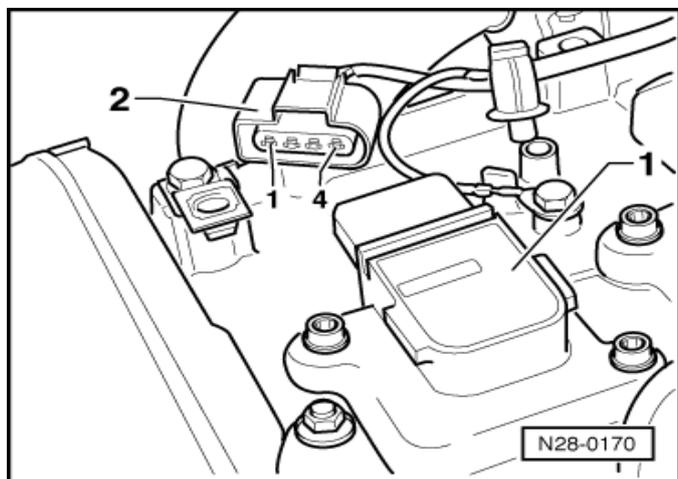

Fig. 6 Conector de 4 contactos (2) y bobina de encendido (1)
Desconecta el conector de 4 contactos (2) fig. 6 y mide la tensión de alimentación con el multímetro entre contactos 1 y 2 y entre 1 y 4, conecta el encendido: Valor voltaje de batería.